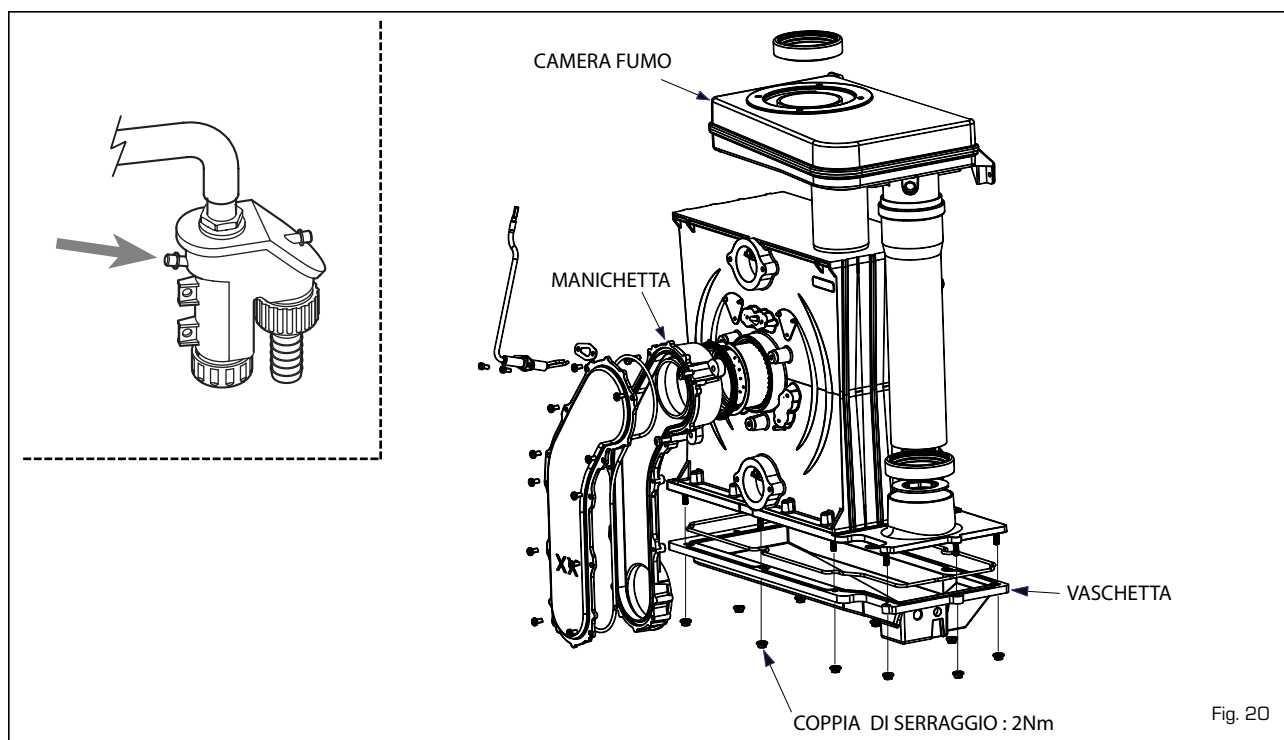

Fig. 20
4.5 MANUTENZIONE (fig. 20)
Durante le operazioni di manutenzione è necessario che il Servizio Tecnico Autorizzato controlli che il gocciolatoio sifonato sia pieno d'acqua (verifica necessaria soprattutto quando il generatore rimane inutilizzato per un lungo periodo). L'eventuale riempimento si effettua dall'apposito imbocco (fig. 20).
Per la pulizia dello scambiatore e del bruciatore agire invece nel seguente modo (fig. 20):